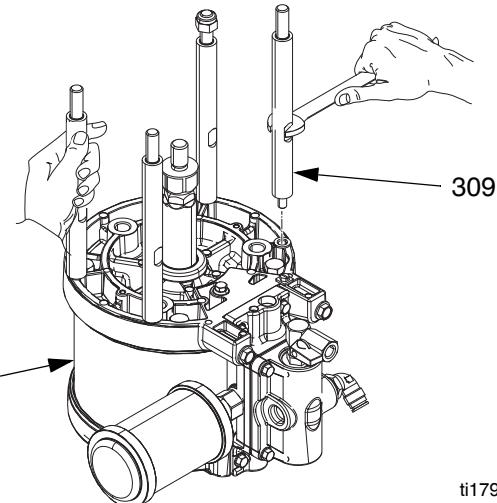

Рис. 3
- Установите стяжные стержни (309) на дно пневмодвигателя (308). См. Рис. 3.